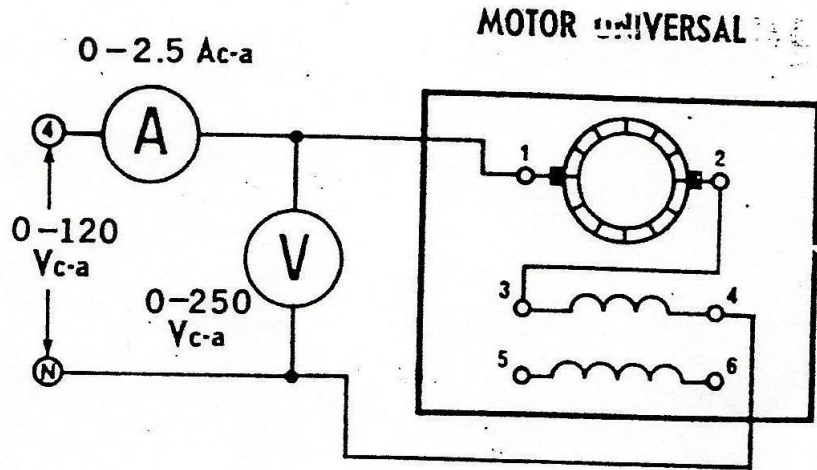

Figura 7
23. Elimine el devanado de compensación conectando de nuevo el circuito, como se indica en la figura 7.
b) Conecte de nuevo el circuito para que se opere en c-a, como se muestra en la figura 7. Ponga en cortocircuito el devanado de compensación conectando un cable directamente a sus terminales.